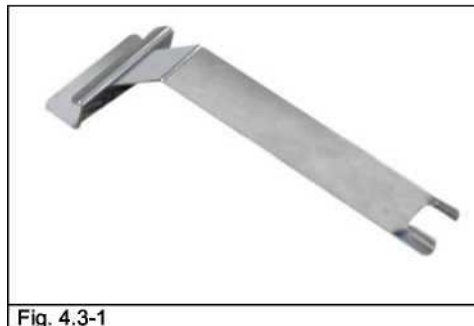

Fig. 4.3-1
- **Держатель лотков** (Рис. 4.3-1) Во избежание ожогов, используйте специальный держатель для лотков и не прикасайтесь к внутренним поверхностям камеры.